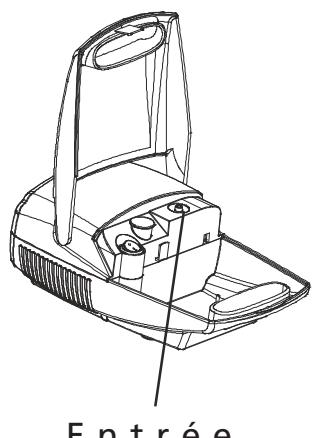

Figure 6-1
9. Pressez fortement un bout du tuyau sur la sortie d'air devant l'unité du compresseur. Il est important d'installer l'unité du compresseur étroitement sur la sortie d'air. Le tuyau a été conçu pour être installé étroitement (Figure 6-1).